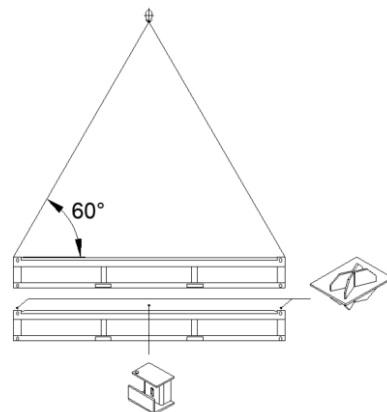
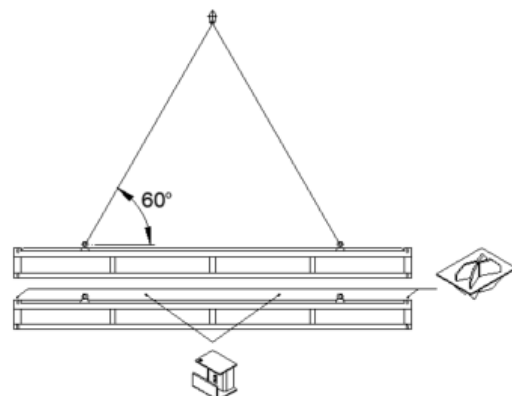

Bild 2
Bild 4
- Mellan varje paket måste vardera 4 st. centreringsselement, stacking cones, (i modulhörnerna) användas på 10', 16' och 20' och vardera 2 st. spännkilar på 16' och 20' (på de längsgående takbalkarna 1 st. per sida – se bild 2) respektive vardera 4 st. spännkilar på 24' (på de längsgående takbalkarna 2 st. per sida – se bild 4).